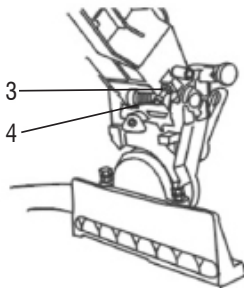

Fig. 15 - Ajuste del batiente de profundidad
- Para ajustar la profundidad de corte, haga la regulación a través del batiente de corte (4), Fig. 15, de acuerdo con lo deseado.